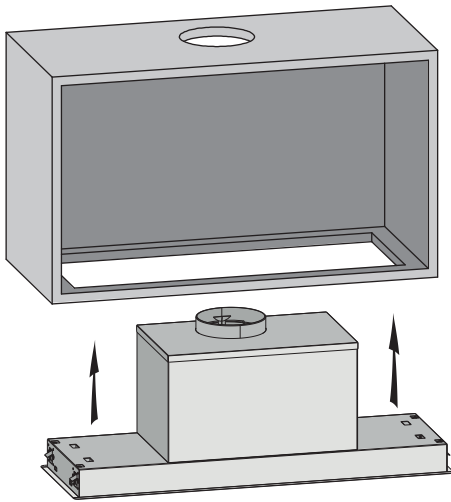

Figure 4
- Aligner la hotte à l'ouverture du bas du cabinet et la visser dans l'ouverture avec des vis (voir figure 4 et 5).